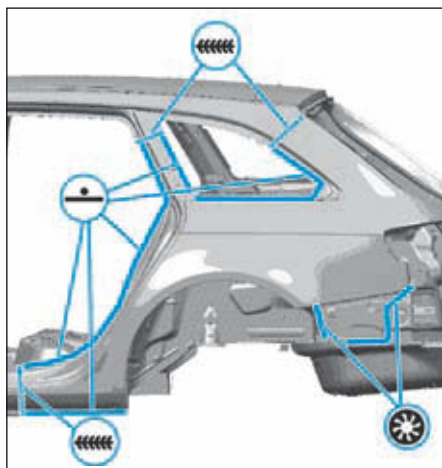
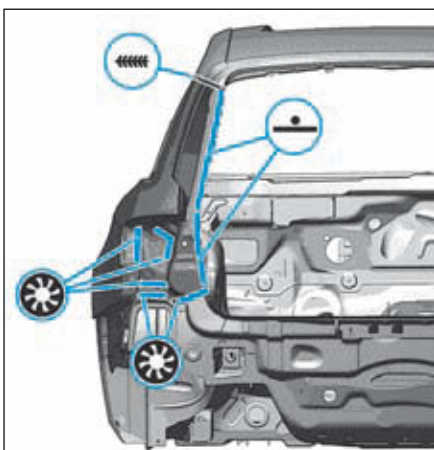

FIG.122
FIG.123
- Ajuster et souder comme illustré (Fig.122) et (Fig.123).